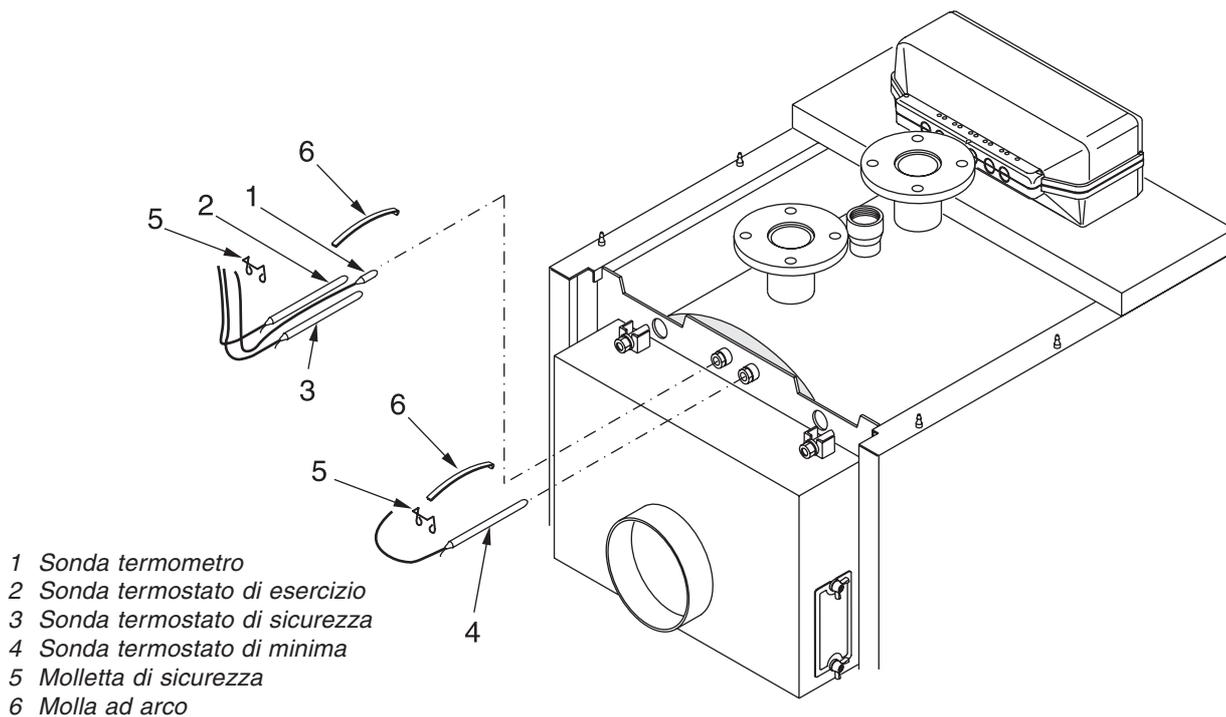

fig. 18
- A) Montare l'isolamento (pos. 1) del corpo caldaia e fissare i 2 lembi di giunzione con le mollette elastiche (pos. 2) fornite nella scatola accessori, agganciandole alla parte esterna in tessuto dell'isolamento.
- B) Posizionare i pannelli laterali (pos. 3 e 4) con la piega inferiore all'interno dei profili ad L sulla base del corpo caldaia ed agganciando la parte superiore nei tagli sulle piastre. Per determinare quale dei due fianchi sia il destro o il sinistro, fare riferimento alle piastrine passacavi (pos. 11): devono essere verso il davanti della caldaia.
- C) Aprire la porta della caldaia e montare l'isolamento anteriore (pos. 5) inserendo le cerniere negli appositi tagli. Inserire i bordi laterali dell'isolamento sotto la piega dei due fianchi (pos. 3 e 4).
- D) Montare l'isolamento posteriore (pos. 6), fissare il pannello posteriore inferiore (pos. 7) il pannello posteriore intermedio (pos. 15) ed il pannello posteriore superiore (pos. 8) con le apposite viti autofilettanti. Montare i fermacavi (pos. 9) al pannello posteriore superiore.
- E) Togliere il coperchio del pannello strumenti, fissare la base sul pannello superiore (pos. 10) indirizzando nel foro centrale del pannello i cavi elettrici in entrata ed i capillari delle sonde in uscita.
- F) Appoggiare il pannello superiore pos. 10, completo del pannello comandi ai due fianchi del mantello.
- F) Inserire nelle guaine i bulbi degli strumenti come indicato in fig. 18 ed eseguire il collegamento elettrico del pannello comandi alla linea di alimentazione, al bruciatore ed alle eventuali pompe, etc.
- Far passare la spina del bruciatore attraverso la piastrina laterale (pos. 11) dal lato in cui si vuole uscire e bloccare il cavo con il pressacavo fornito.
- Fissare le piastrine (pos. 11) ai fianchi mantello.
- G) Montare i pannelli superiori longitudinali (pos. 12 e 13) agganciandoli ai fianchi.
- H) Fissare le targhette dati di caldaia ed installazione (pos. 14) al pannello laterale dopo aver sgrassato la parte interessata con apposito solvente.
F) Inserire nelle guaine i bulbi degli strumenti come indicato in fig. 18 ed eseguire il collegamento elettrico del pannello comandi alla linea di alimentazione, al bruciatore ed alle eventuali pompe, etc.